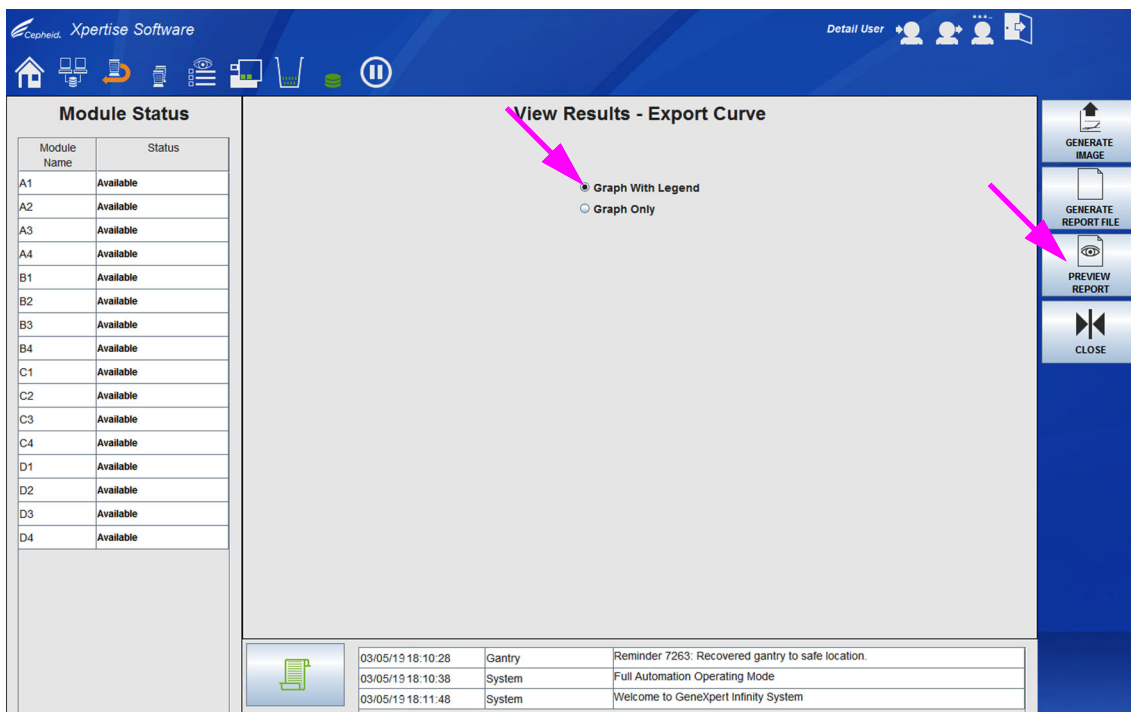

図 5-71. 結果の表示ワークスペース – 曲線のエクスポート（詳細ユーザ表示）
**曲線のエクスポート (EXPORT CURVE)** ボタンは、結果の表示 (View Results) ワークスペースまたは増幅曲線 (Amplification Curve) タブで利用可能です。**曲線のエクスポート (EXPORT CURVE)** ボタンを選択すると、結果の表示 – 曲線のエクスポート (View Results – Export Curve) ワークスペースが表示されます。図 5-71 を参照。